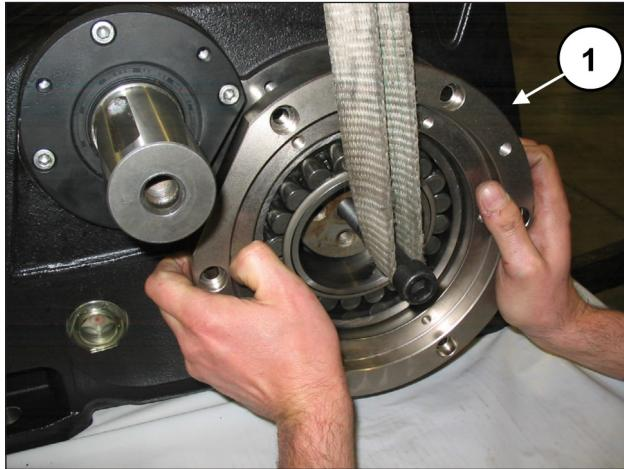
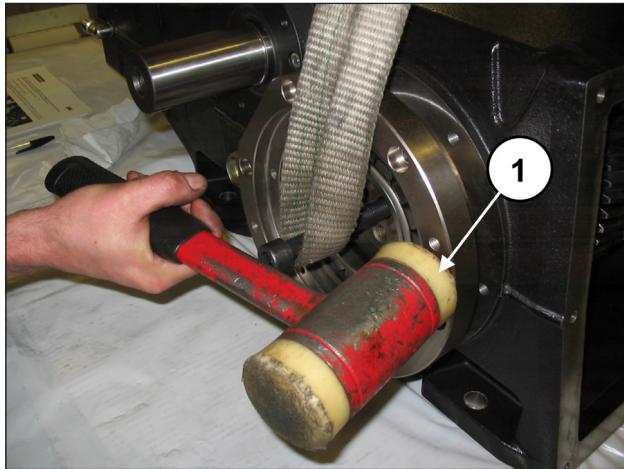

Fig. 72
Fig. 73
Appicare due perni filettati M16 all'estremità dell'albero a gomiti e, tenendolo sollevato (pos. ①, Fig. 72), inserire il coperchio portacuscinetto completo di cuscinetto e O-ring (pos. ①, Fig. 73) mediante l'utilizzo di una massa battente. Ripetere l'operazione dal lato opposto.